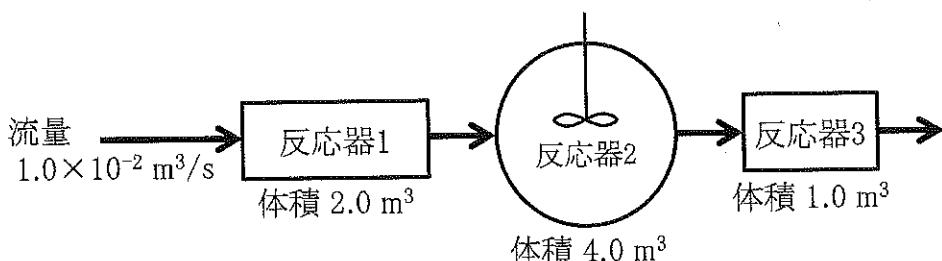

図 II-2 流通反応器の模式図
(3) 体積 2.0 m^3 の押し出し流れ反応器（反応器 1）、体積 4.0 m^3 の完全混合流れ反応器（反応器 2）、体積 1.0 m^3 の押し出し流れ反応器（反応器 3）を、図 II-2 のように接続した流通反応器がある。流量が $1.0 \times 10^{-2} \text{ m}^3/\text{s}$ のときの滞留時間分布関数 $E(t)$ の概略図を描け。また、 $E(t)$ が最大となるときの時間と $E(t)$ の最大値を求めよ。ただし、流体の体積変化はなく、図 II-2 の矢印部の体積は無視できるものとする。